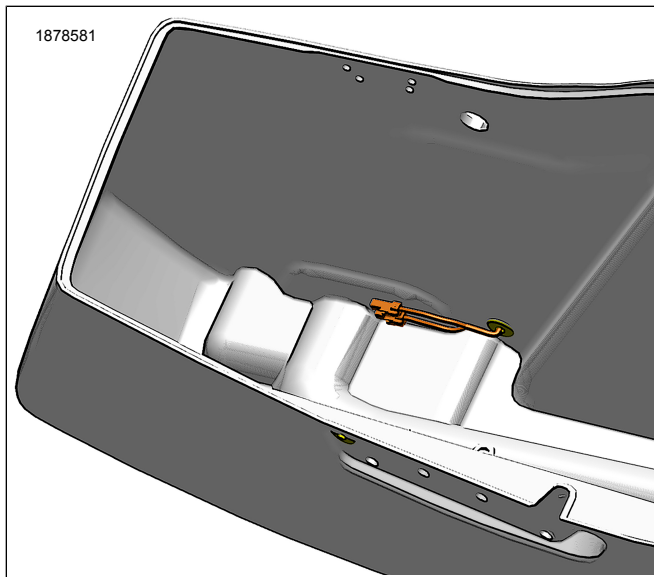

Figure 4. Acheminement du faisceau de cavalier
3. Figure 4 Si vous installez la trousse de lampe pour l'intérieur de la sacoche (pièce no. 68000425) avec la trousse d'éclairage pour le fond de la sacoche (pièce no. 68000372), l'achat séparé de deux cavaliers de faisceau de fils d'accessoires pour l'arrière (pièce no. 69203366) est nécessaire.